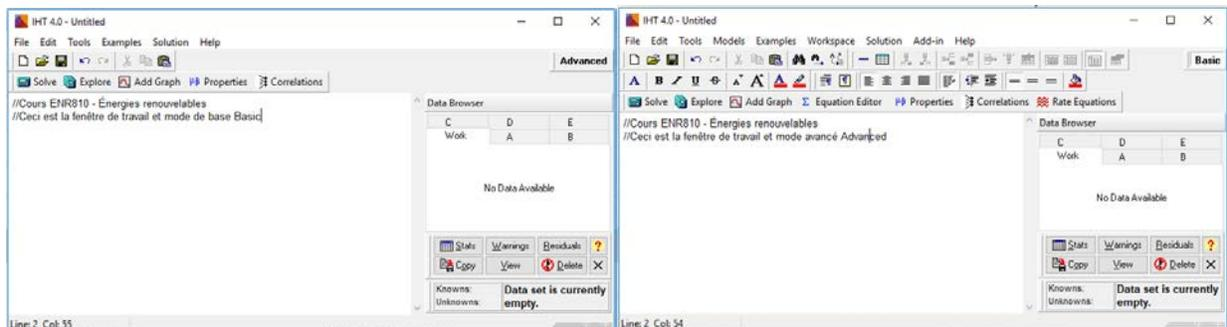

Figure 1 : La fenêtre de démarrage de l'espace de travail IHT :
L'utilisateur saisit les équations à résoudre dans l'**espace de travail** (Workspace) illustré à la Figure 1. Le **Solveur** trouvera alors une solution à ces équations et présentera les réponses à l'utilisateur dans le **navigateur de données** (Data Browser, droite). Ainsi, l'utilisateur peut se concentrer sur la formulation adéquate du problème et IHT va gérer la résolution des équations. Les options **Explore** et **Add Graph** permettent à l'utilisateur de voir les effets de la modification des paramètres insérés (les données) dans le problème.
- Commencez par vous familiariser avec le bouton **Advanced** situé à droite de l'écran, tout en haut de la fenêtre. En l'activant, vous verrez plusieurs boutons et menus supplémentaires apparaître. Lorsqu'il est activé, il devient **Basic** (Figure 1).
solution la plus récente est placée dans l'onglet **Work** de la fenêtre du navigateur de données. Les cinq ensembles vous permettent d'enregistrer plusieurs solutions, éventuellement avec des paramètres de problème différents, pour un traçage de graphique ultérieur et une analyse. Si le message indique que le nombre maximal d'itérations a été dépassé, alors passez au bouton **Solution** (Figure 1) pour augmenter le nombre d'itérations.